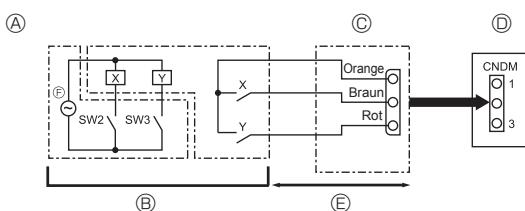

Fig. 9-2
9.2. Anforderungsfunktion (Veränderung vor Ort) (Fig. 9-2) (nur für Klimaanlagen)